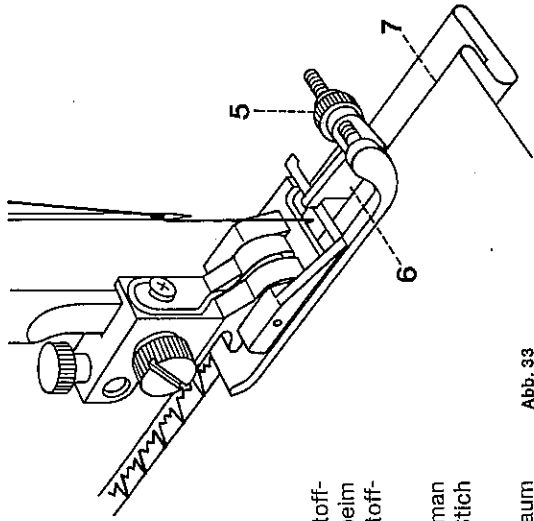

Abb. 33
Mit der Schraube 5 (Abb. 33) die Stoffführung 6 so stellen, daß die Nadel beim Linksausschlag nur knapp in die Stoffkante 7 (Abb. 33) einsteicht (3).